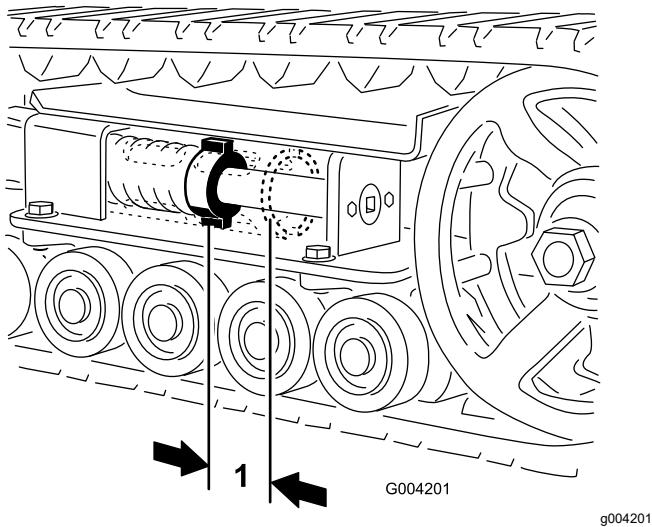

図 46
テンションナットとテンションチューブの背面との間には7 cm のすき間があるのが適正です 図 46。距離が適切でない場合は、以下の調整を行ってください
5. ドライブラチェット  $\frac{1}{2}$ " を使って、テンショニングねじを右に回してテンションナットとテンションチューブの背面との間に 7 cm のすき間 図 46 を作る。
12. テンションねじを左に回してテンションナットとテンションチューブの背面との間に 7 cm のすき間 図 46 を作る。